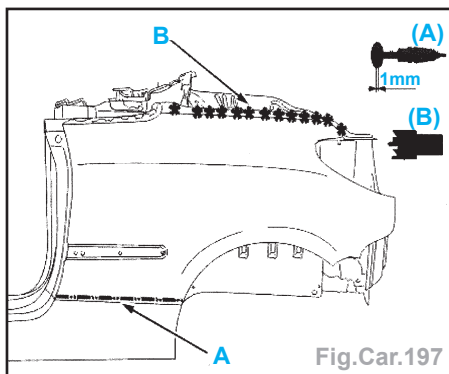

Fig.Car.197
- Tracer puis découper l'aile à l'aide d'une meule épaisseur 1 mm en A (Fig.Car.197, 198, 199 et 200).